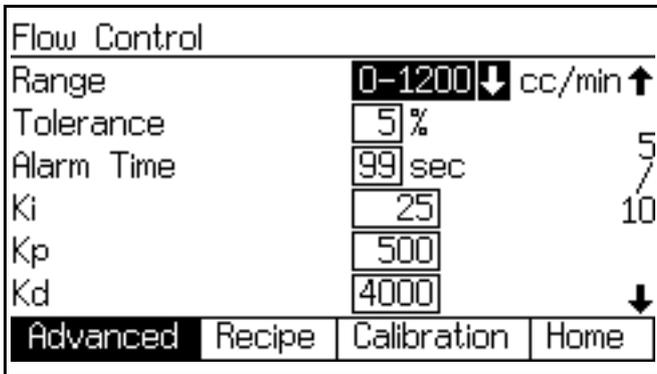

FIG. 95. Écran de configuration avancée 5 (mode automatique avec Régulation du débit uniquement)
2. Allez à **Écran de configuration avancée 5** (voir FIG. 95). Sélectionnez la plage débit qui couvre le mieux la plus grande cible de débit pour votre application (0–1200, par exemple).